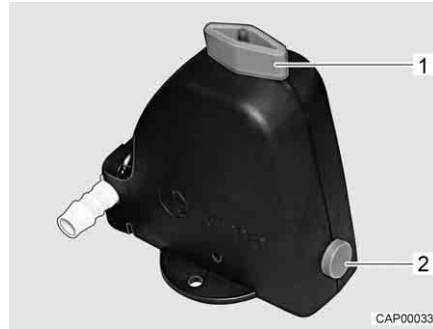

Fig. 246 Valvola di sicurezza/di scarico (Truma)
- Aprire la valvola di sicurezza/di scarico (Truma). A tal fine ruotare la manopola (Fig. 246,1) nel senso della lunghezza della valvola di sicurezza/di scarico. Il bottone automatico (Fig. 246,2) scatta all'infuori.